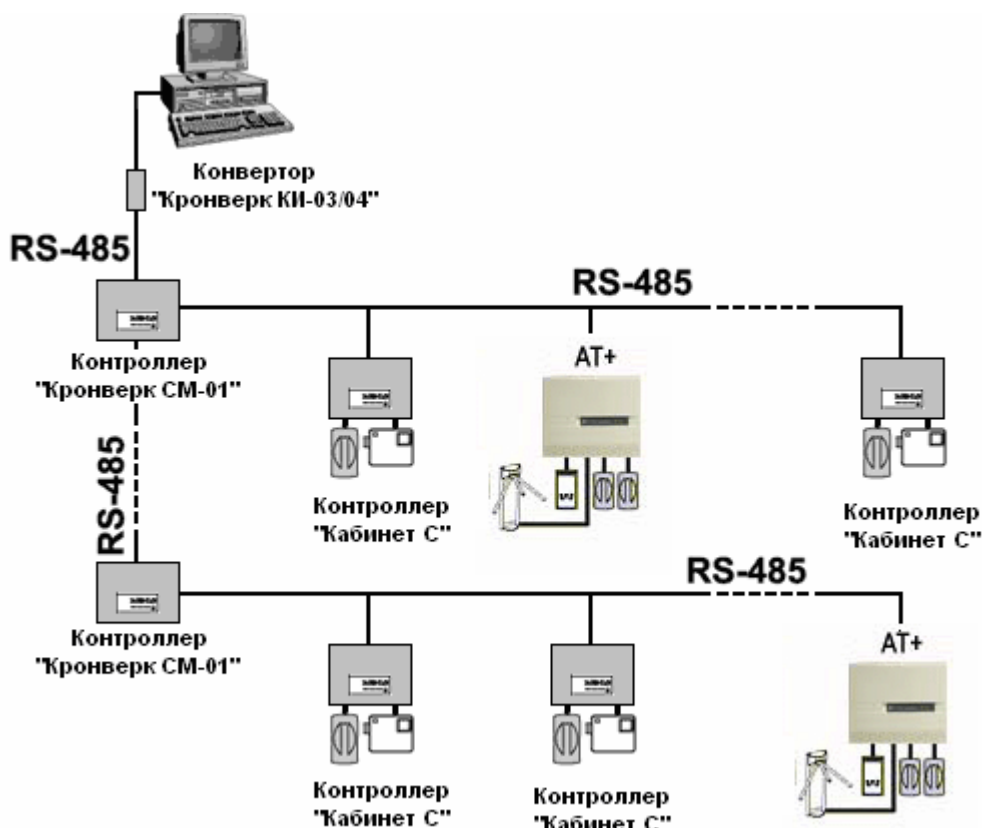

Рисунок 1: Объединение контроллеров «Кабинет С» и «Кронверк АТ+» в единую сеть и подключение их к контроллеру «Кронверк СМ-01».
- 7.1 Изделия объединяются в единую сеть с контроллерами «Кронверк АТ+» по магистрали RS-485 и подключаются к контроллеру «Кронверк СМ-01». Объединение изделий в единую сеть с использованием магистрали связи RS-485 показано на рис.1.